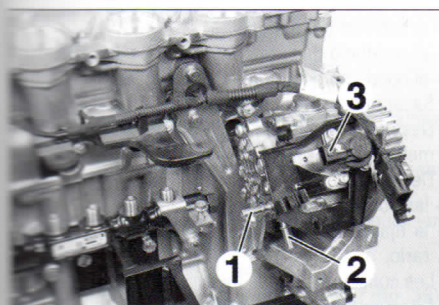

FIG.17
- Desengrapar las tuberías de alimentación de combustible de la bomba (1) y (2) (**fig. 17**).
- Sacar el conector (3) de la bomba.